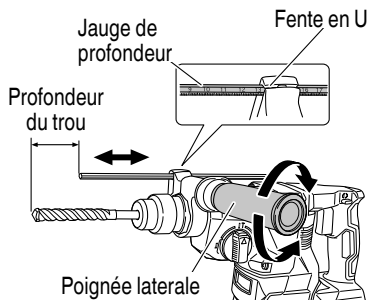

Fig. 26
7. Utilisation de la jauge de profondeur (Fig. 26)